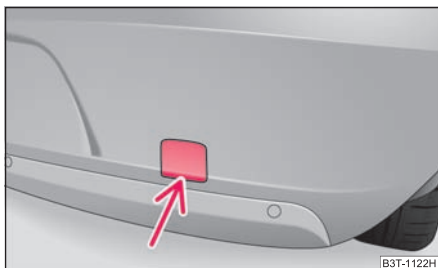

Abb. 226 Hinterer Stoßfänger: Abdeckung ausbauen
- Drücken Sie auf den unteren Teil der Abdeckung im hinteren Stoßfänger ⇒ Abb. 226 und nehmen Sie diese heraus.